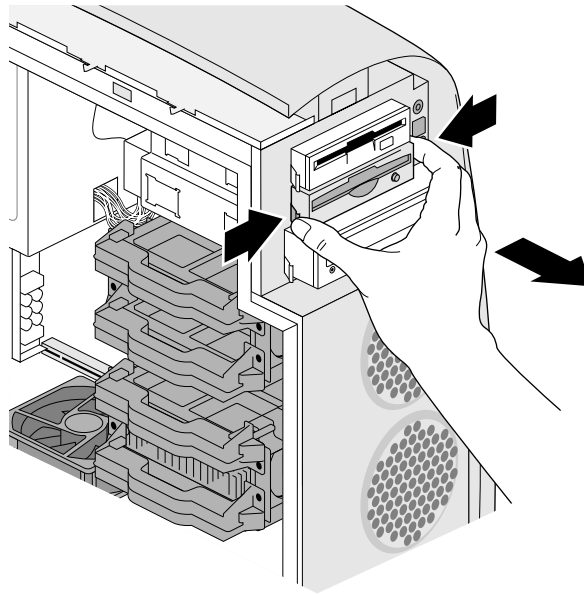

Figura 4-11 Removendo a unidade
6. De frente para o sistema, pressione as extremidades dos sleds da unidade, em direção à unidade, para soltá-la e retire-a do compartimento. Veja a Figura 4-11.